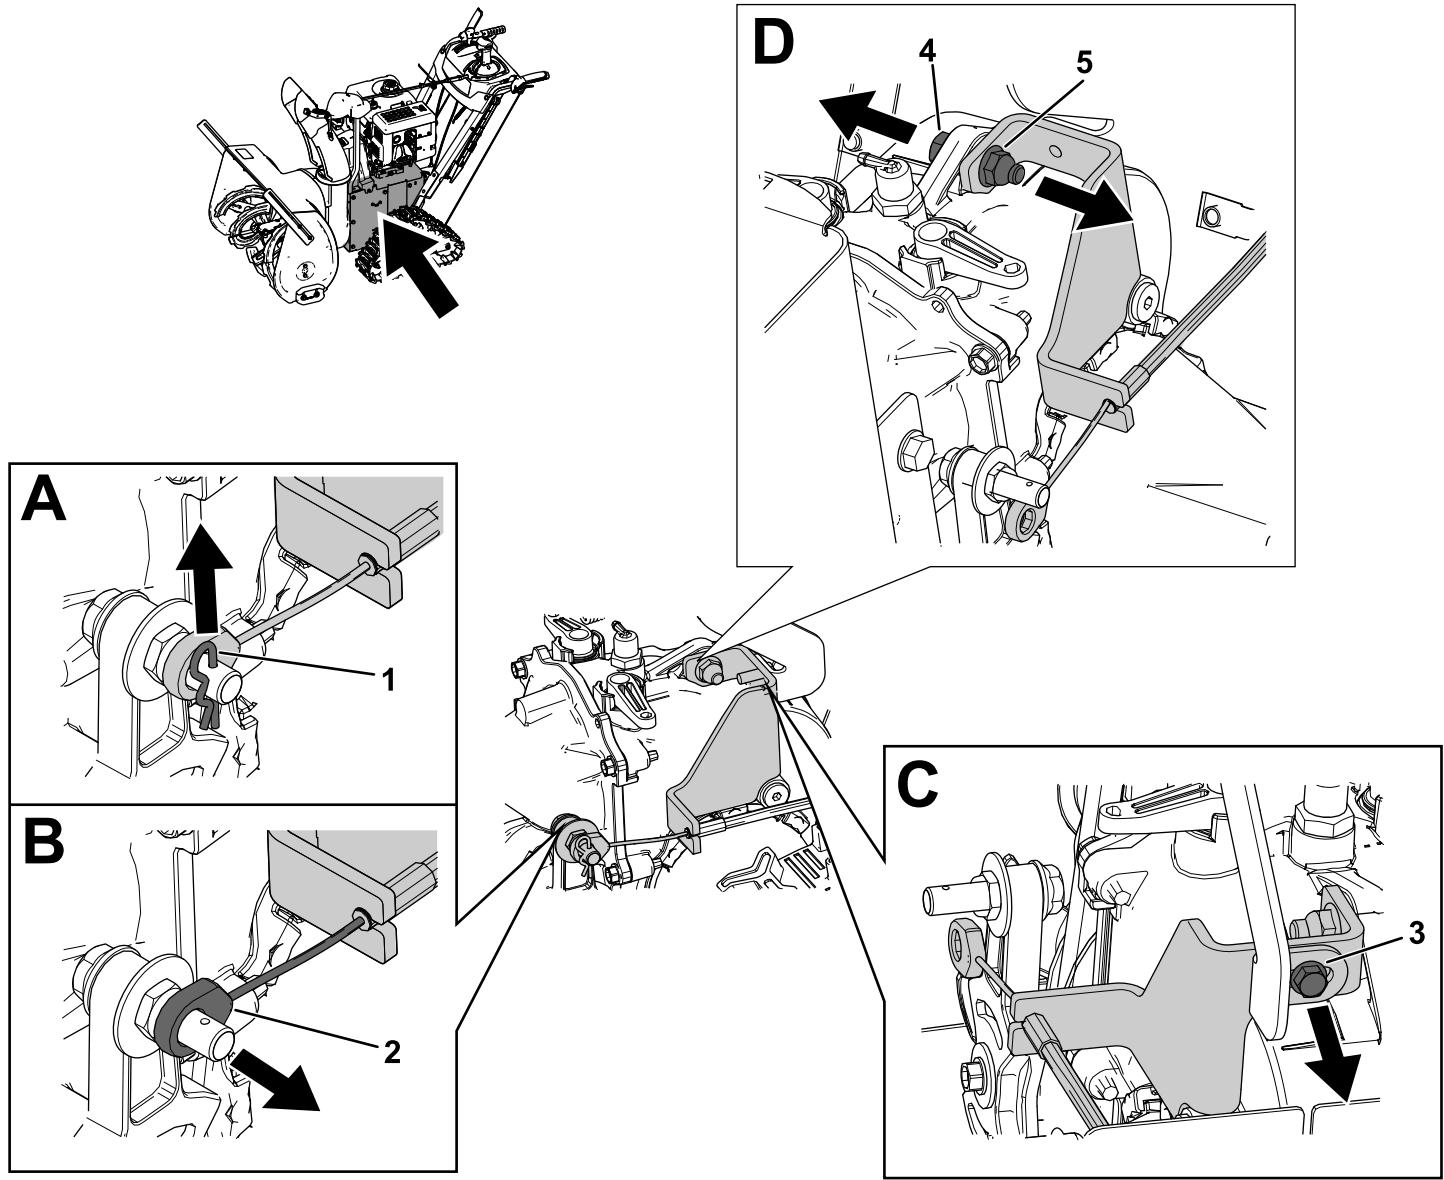

Рисунок 11
1. Извлеките шпллинт и снимите трос гидростатического привода с болта на гидростатическом приводе в сборе. Снимите трос гидростатического привода с болта (Рисунок 11).
2. Отверните винт ($\frac{1}{4}$ x $\frac{5}{8}$ дюйма), который крепит кронштейн гидростатического привода к верхнему кронштейну гидростатического привода (Рисунок 11).
3. Отверните болт ($5/16$ x $1\frac{1}{4}$ дюйма) и контргайку ($5/16$ дюйма), которые крепят кронштейн гидростатического привода к гидростатическому приводу в сборе (Рисунок 11).